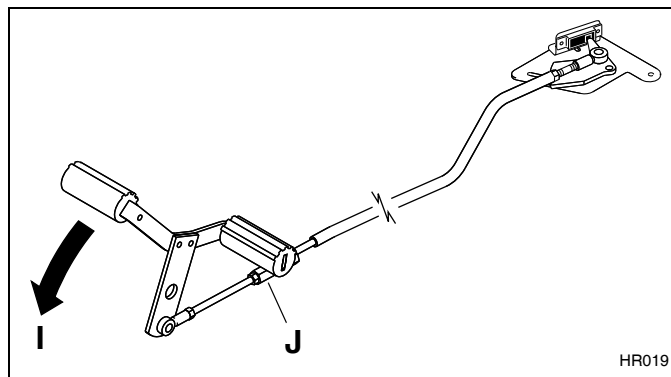

Figura 3L
2. Avviare il tosaerba e sollevare o abbassare i piatti di taglio fino a quando il punto più alto sull'angolo superiore del piatto di taglio raggiunge l'altezza mostrata in **Figura 3L**.
4. Posizionare l'interruttore in modo che l'area di rilevamento (C) sull'interruttore sia centrata sul bordo d'attacco (A) della piastra dell'attivatore sul braccio di sollevamento.
5. Impostare la distanza tra l'area di rilevamento sull'interruttore e la piastra dell'attivatore sul braccio di sollevamento a 1,5 - 3 mm. Per regolare la distanza per il braccio di sollevamento anteriore utilizzare spessori (D) o rondelle piatte #10 (B) tra l'interruttore e il relativo supporto.